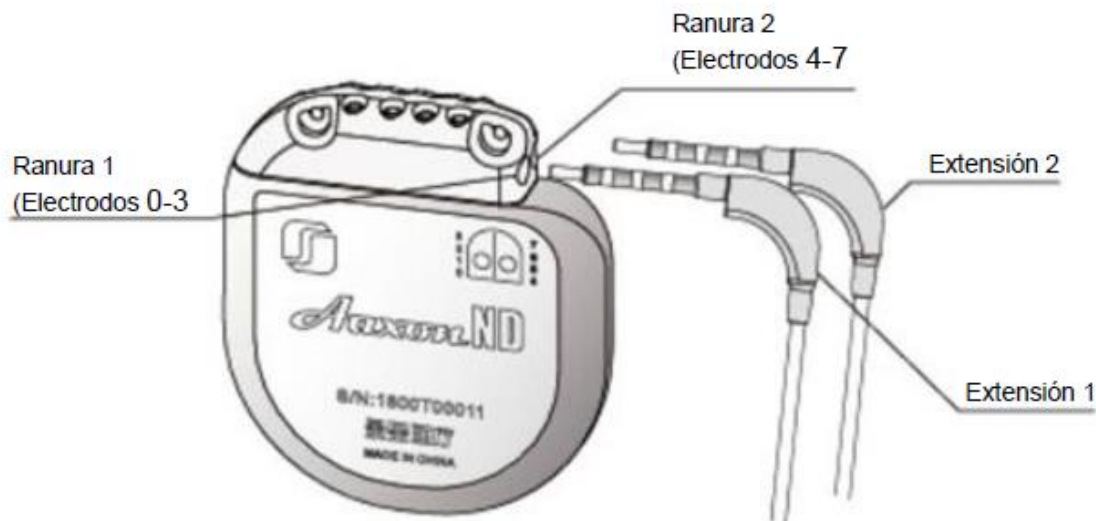

IMAGEN 1: Inserte las clavijas del conector de la extensión en las ranuras del IPG
6. En el modo de estimulación bilateral, inserte los pines del conector de la extensión 1 en la ranura 1 hasta que queden completamente acoplados con el bloque de conector del IPG, y la extensión 2 en la ranura 2 (Imagen 1)